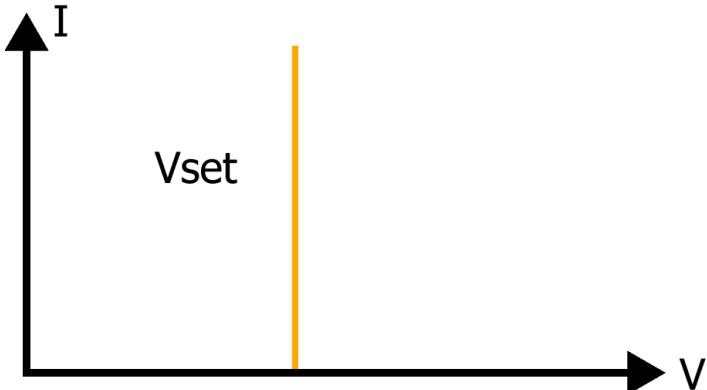

图 5-3 CV 模式
1. 在功能键上将静态/动态选择按键选择为“Static”，然后按拉载模式按键 CC（定电流模式），如图 5-3：